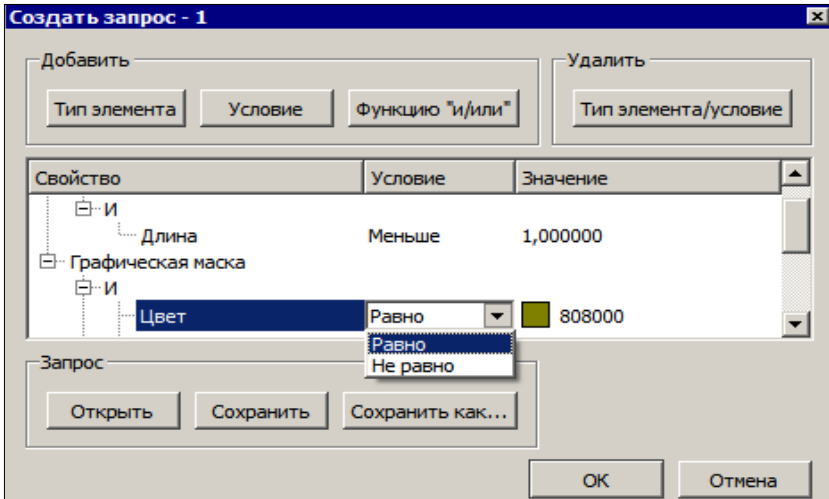

Рис. 8.6
Кнопки команд диалога объединены в несколько групп: **Добавить** (для формирования условий запроса), **Удалить** (для удаления условия запроса), **Запрос** (для сохранения текущего запроса или для открытия ранее сохраненного запроса) (рис. 8.6).
- Из списка свойств элемента выберите необходимое **свойство** (рис. 8.6). Для различных элементов предлагается свой набор свойств. Например, для графической маски – это длина, толщина, цвет, тип линии.
- Уточните **условие** поиска для указанного **свойства** (рис. 8.6).
Например, если свойство **Цвет**, то список всех условий поиска может иметь значения *Равно* и *Не равно* (рис. 8.6).